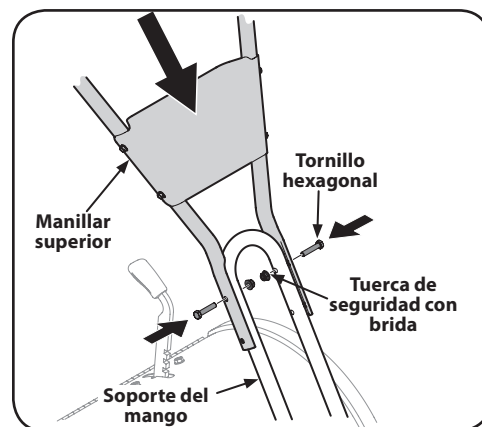

Figura 2-2
2. Utilizando los dos tornillos hexagonales y las dos tuercas de seguridad con brida, acople sin apretar el soporte del manillar utilizando los orificios superiores. Vea la Figura 2-2.